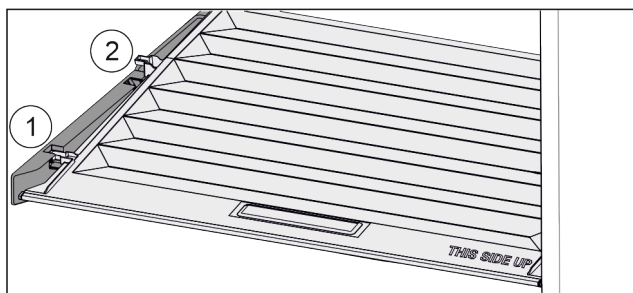

Fig. 119
- Tirare in avanti il coperchio fino all'apertura nei fermi Fig. 119 (1).
- Sollevare posteriormente dal basso e togliere verso l'alto Fig. 119 (2).